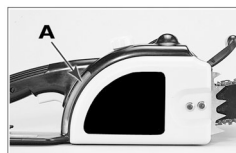

Fig. 8
El nivel de aceite del depósito puede comprobarse en el testigo (A) incorporado en el lado derecho de la sierra. El depósito está lleno cuando el aceite llega a la parte superior de la ranura (Fig. 8).